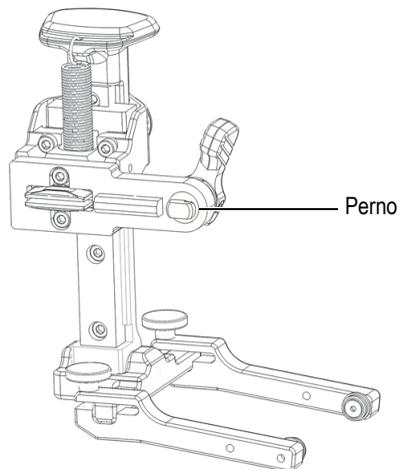

Figura 2-10 Bordi piani allineati orizzontalmente
1. Usando la leva di posizionamento, allineare la posizione del perno eccentrico in modo che i bordi piani siano allineati orizzontalmente (Figura 2-10 a pagina 43).